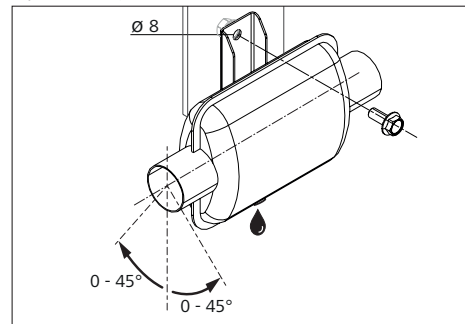

Рис. 22: Монтажное положение глушителя отработанных газов (размеры в мм)
- ▶ Обеспечьте правильное монтажное положение, см. Рис. 22.